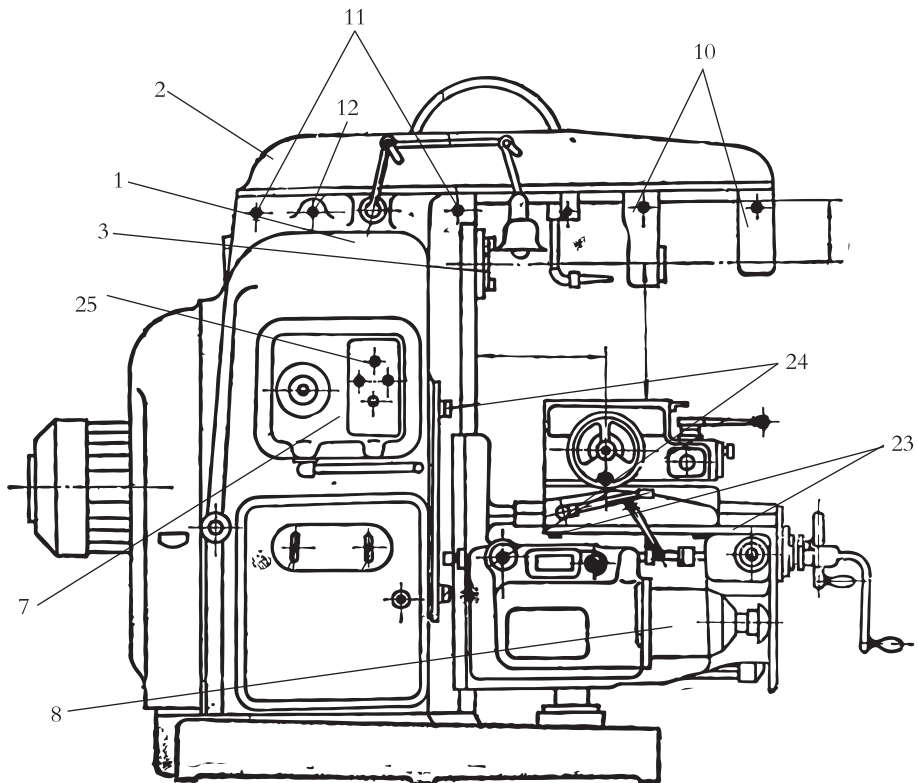

图2-37 X62W铣床外形和操纵位置图(续)
(1) X62W型万能铣床的操作。X62W型铣床是目前应用最广泛的一种卧式万能升降台铣床。其主要特点是：转速高、功率大、刚性好，操作方便、灵活，通用性强。它可以安装万能立铣头，使铣刀回转任意角度，完成立式铣床的工作。机床本身有良好的安全装置；手动和机动进给有互锁机构；主轴能迅速有效地制动；能进行顺铣和逆铣加工；机床有完善的润滑系统，通过流油指示器可以检查自动润滑情况。
①X62W型铣床主要部件的名称和功用（见图2-37）。
5) 纵向、横向、垂直方向的紧固手柄。铣削加工时，为了减少振动，保证加工精度，避免因铣削力使工作台在某一个进给方向产生位置移动，对不使用的进给机构应紧固。这时可分别旋紧纵向工作台紧固螺钉20、横向工作台紧固手柄18、垂直进给紧固手柄19（见图2-37），工作完毕后，必须将其松开。
6) 横梁紧固螺母和横梁移动六方头。旋紧两紧固螺钉11，可将横梁紧固在床身水平导轨面上；松开两紧固螺钉11，用扳手转动六方头12，可使横梁沿床身水平导轨面前后移动（见图2-37）。
7) 纵向、横向、垂直方向自动进给停止挡铁。图2-37中，22是纵向自动进给停止挡铁；23是横向自动进给停止挡铁；24是垂直自动进给停止挡铁，它们各有两块，主要作用是停止机床的自动进给运动。三个方向的自动进给停止挡铁，一般情况下安装在限位柱范围以内，并且不准随意拆掉，防止出现机床事故。
8) 回转盘紧固螺钉。图2-37中，21是回转盘紧固螺钉（有四个）。铣削加工中需要调转工作台角度时，应先松开螺钉，将工作台扳转到要求的角度，然后再将螺钉紧固。铣削工作完毕后，将螺钉松开，使工作台恢复原位（即回转盘的零线对准基线），再将螺钉紧固。
③X62W铣床的万能立铣头。万能立铣头是铣床的重要附件，它可以扩大万能铣床的应用范围，在X62W铣床上安装万能立铣头，可以完成立式铣床上的工作。